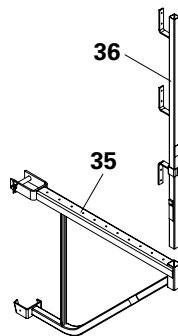

Fig. B2.14
Nell'angolo interno viene utilizzata la mensola di servizio VARIO VBK 90 (35) con montante parapetto HSGP-2 (36). (Fig. B2.14)